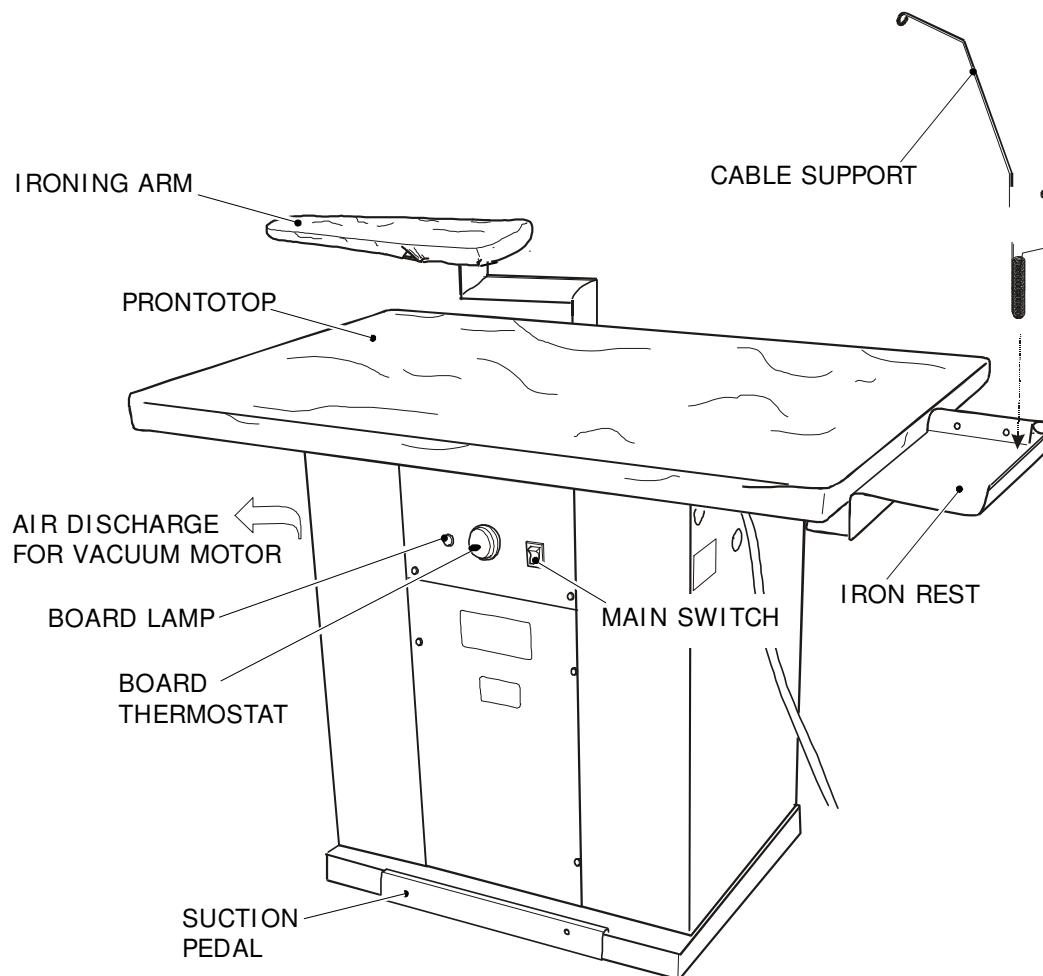
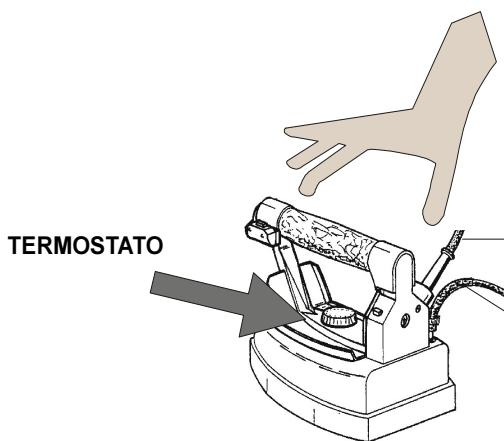
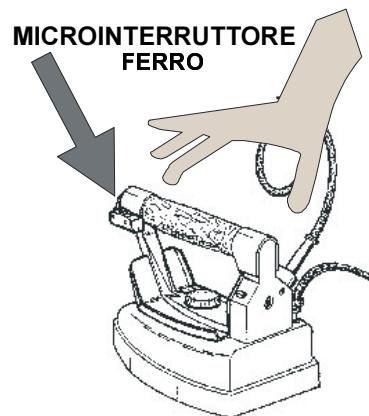

Fig. 1
Рис. 2
Рис. 3
2. Распакуйте глад. Стол мод. PUS200 из картонной упаковки и закрепите стержни-держатели шлангов в специальное отверстие (рис. 1).
2. Включить кнопку выключателя (рис. 1), повернуть рукоятку термостата на 80/90° (рис. 1): когда сигнальная лампочка погаснет, стол готов к работе.
1. Гладить утюгом изделие для глажения (рис. 3), периодически нажимая на кнопку подачи пара на утюге и одновременно нажимать на педаль вытяжки воздуха из гладильного стола (рис. 1). Причем педаль включения вытяжки рекомендуется держать нажатой на несколько секунд дольше, чем кнопку подачи пара на утюге, что поможет быстрее высушивать изделие на гладильном столе. Для более качественного глажения советуем регулятор температуры утюга (рис. 2) устанавливать в конечную позицию "cotone".
3. Во время глажения всегда ставьте утюг на специальный коврик на столе (рис. 1). Необходимо следить, чтобы паровой шланг и электропровод не перекручивались и не косались гладильного стола, это может вызвать разрыв парового шланга или короткое замыкание в электропроводке.
- При сухом глажении термостат утюга (рис. 2) можно регулировать в зависимости от рекомендации по глажению конкретных тканей. При глажении с применением пара регулятор на утюге устанавливать в позицию "cotone".
- При поврежденной электропроводке утюга (рис. 2);
- При потере воды из утюга (рис. 3);
- Промывать или чистить утюг водой (рис. 3).
Рекомендуем проводить замену чехла каждые 320 часов работы на нем, или максимум каждые 3 месяца. Во время этой операции стол должен быть холодным и выключен от сети (рис. 1: чехол). **Примечание:** Чехол можно стирать 1-2 раза.